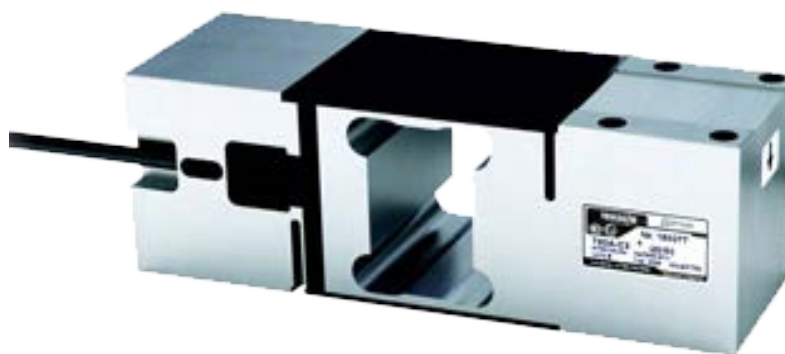

Рис. 2
6.4.2. Для функционирования АОГ к его входам должны быть подключены датчики усилия, размещенные под полом каждой из люлек, рис.2. В данном случае использованы датчики Single Point T60A фирмы Тензо-М, класса точности 0,03%.
6.5. Датчик усилия, рис.2, представляет собой прибор, преобразующий величину усилия, возникающего в нем при нагружении пола люльки, в электрический сигнал. В данной модификации АОГ используются два датчика усилия по числу люлек подъемника.